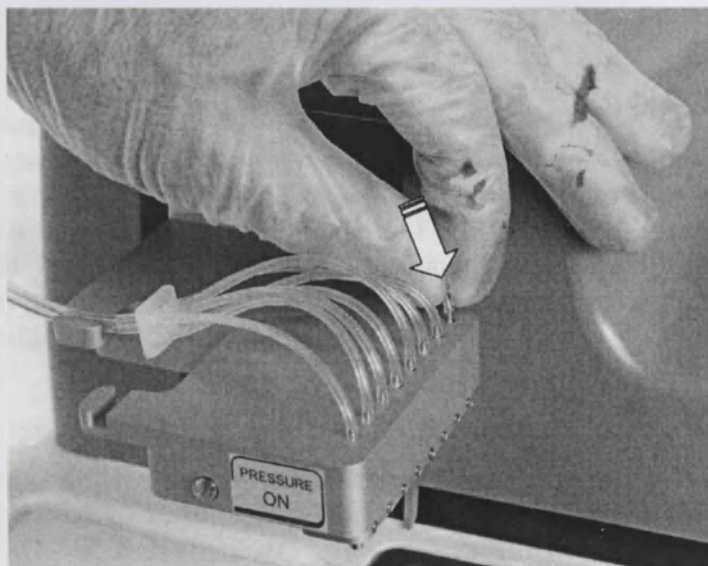
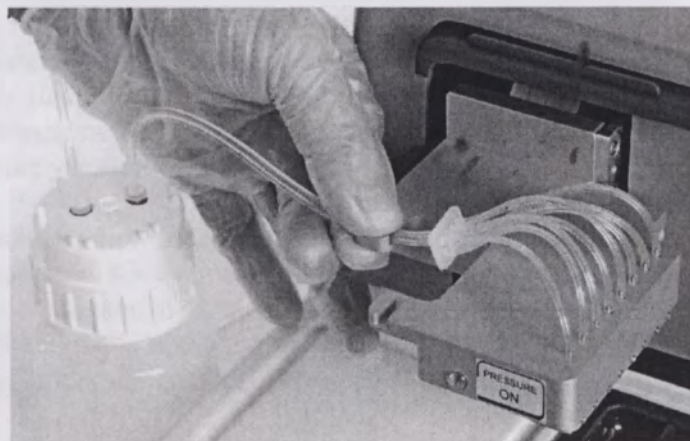

Рисунок 5-26. Повторное подсоединение конца трубки дозирующего клапана
Рисунок 5-31. Замена комплекта трубок и коллектора
11. Снова подсоедините концы трубок клапанов к дозирующим клапанам (рисунок 5-26).
7. Снова прикрепите трубку дозирующего клапана (рисунок 5-26).
Для замены комплекта трубок и коллектора (рисунок 5-31) выполните следующие операции:
6. Снова подсоедините концы гибких трубок дозирующих клапанов (рисунок 5-26) и вдавите трубку в паз (рисунок 5-31).